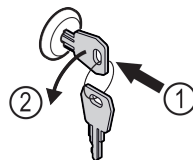

Fig. 160
- ▶ Dugja be a kulcsot. Fig. 160 (1)
- ▶ Forgassa el a kulcsot 90°-kal az óramutató járásával ellenkező irányba. Fig. 160 (2)